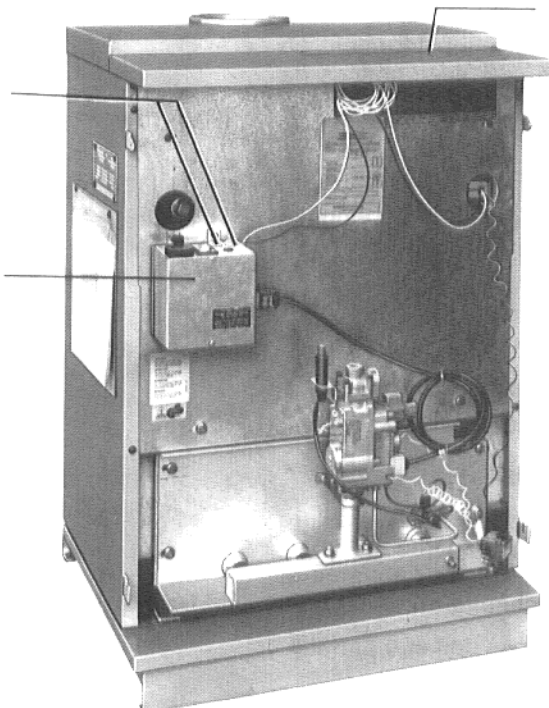
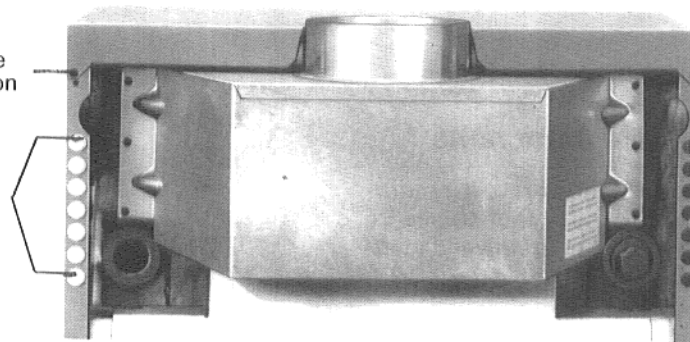

Fig. 6
Fig. 7
2. Fixer le tableau de commande au moyen des trois vis joints (Fig. 6).
Pour ce faire, dévisser les deux vis de fixation arrière (Fig. 7).
Introduire les câbles de l'arrière par les orifices passe-câble du panneau arrière de chaudière (Fig. 7) et les poser dans le canal de câble entre le panneau latéral et le calorifuge. Les introduire du haut par les orifices passe-câble dans le tableau de commande (Fig. 6).
5. Mettre le capot chaudière arrière sur la chaudière et fixer au moyen de deux vis de fixation (Fig. 7).
6. Poser la tôle de recouvrement supérieure (faisant partie de la livraison: tableau de commande) et fixer au moyen des deux vis joints (Fig. 6).